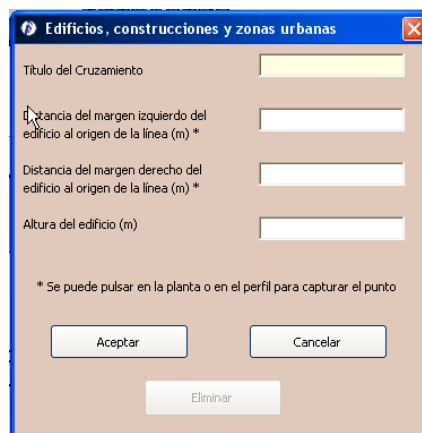

Figura 5.49. Cruzamiento con ríos y canales
- Cruzamiento con edificios, construcciones y zonas urbanas (). En la ventana de edificios, construcciones y zonas urbanas (Figura 5.49) podemos introducir un cruzamiento indicando: